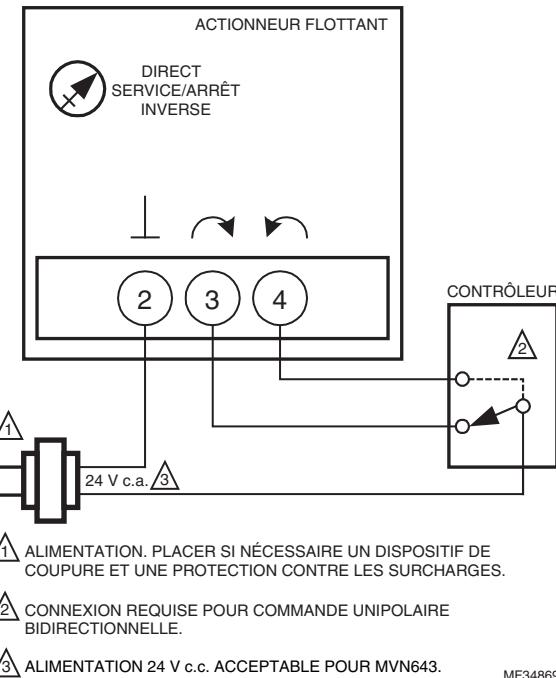

Fig. 6. MN6105 pour action Marche/Arrêt.
2. Câbler l'actionneur en consultant les Figures 6 à 22 pour l'application requise.